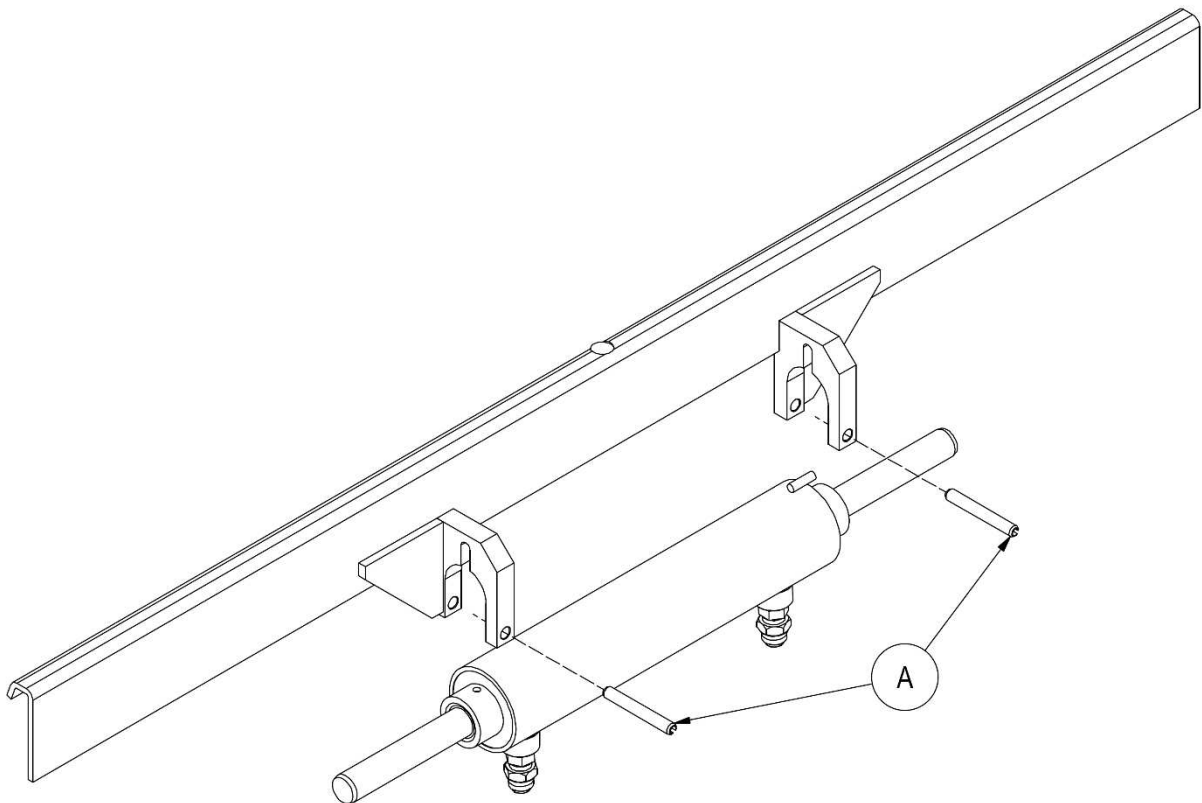

Figura 27
2. Retire los anillos elásticos **A** y retire el cilindro de su asiento (mira *Figura 27*).